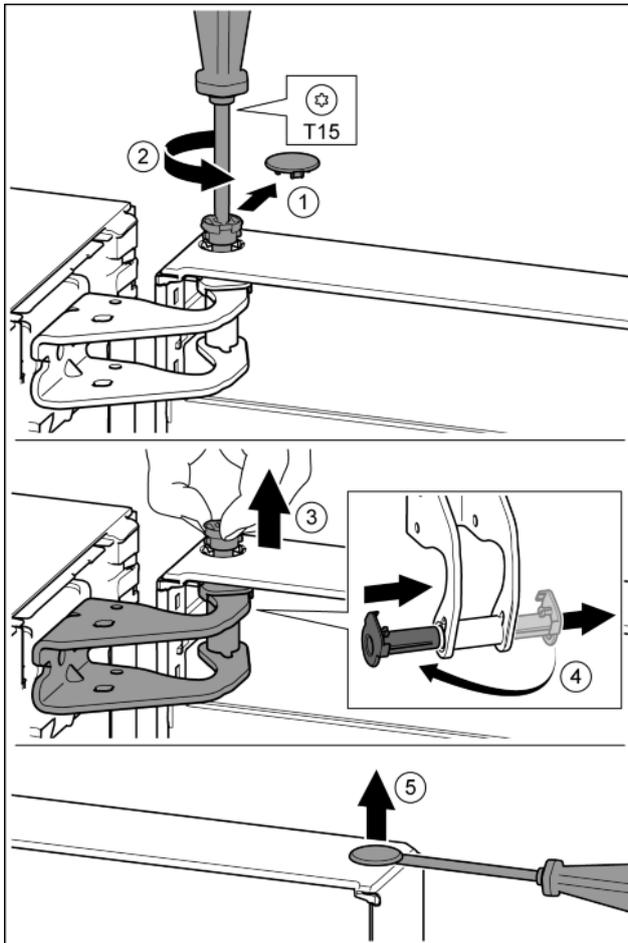

Fig. 12
- ▶ Осторожно снять предохранительную крышку. Fig. 12 (1)
- ▶ Немного выкрутить палец отверткой T15. Fig. 12 (2)
- ▶ Удерживать дверь и вытянуть палец рукой. Fig. 12 (3)
- ▶ Опорную втулку вывести из направляющей. Установить и зафиксировать с другой стороны. Fig. 12 (4)
- ▶ Осторожно приподнять шлицевой отверткой заглушку из опорной втулки двери и вынуть. Fig. 12 (5)